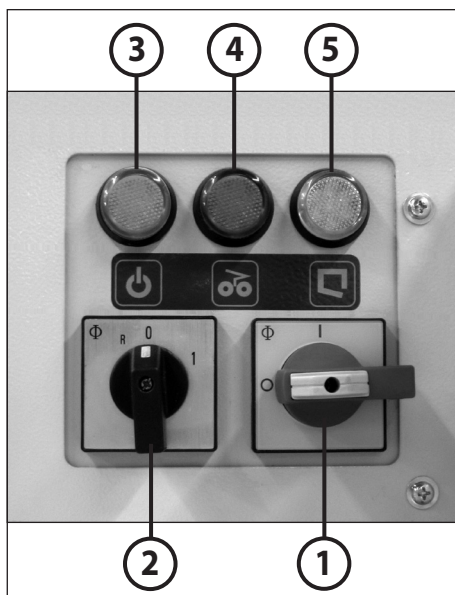

fig. 7
1. Conectar el interruptor principal (1) (posición "1").
2. Conmutar el conmutador giratorio (2) a la posición "1" (fig. 7).
ELEMENTOS DE MANEJO (Fig. 7):